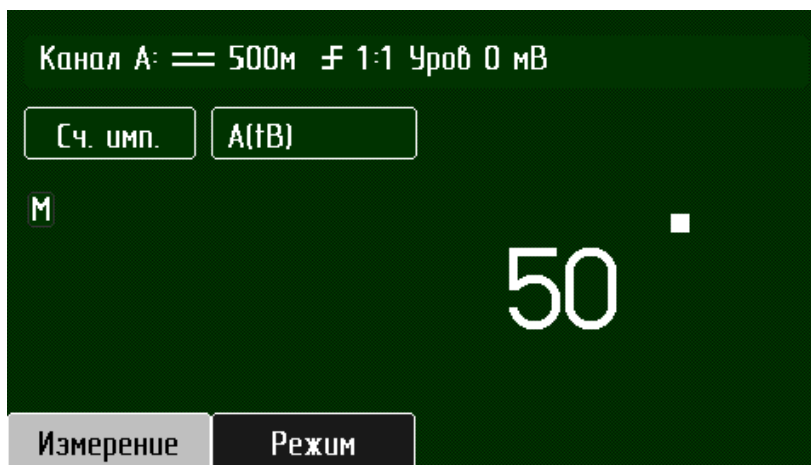

Рисунок 3.16 – Вид экрана для режима счета импульсов за длительность сигнала
- "Режим" - режим измерения "A ( $\tau$ B)", "B ( $\tau$ A)", "C ( $\tau$ A)" или "C ( $\tau$ B)" (рисунок 3.16).